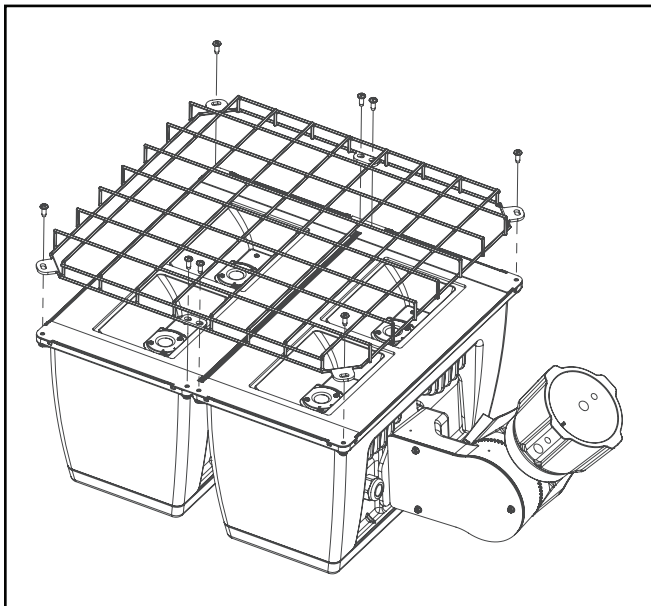

Figura 5.
Protector de cables (Figura 5.)
1. Afloje y retire los tornillos de cabeza Phillips 10-24 (8) de la parte frontal de la luminaria y consérvelos para referencia futura.
2. Alinee el protector de cables sobre la parte superior de los ganchos para la lente de modo que coincidan con los cuatro orificios existentes. (Figura 5.)
3. Reajuste los (8) tornillos de cabeza Phillips 10-24 del paso 1, ubicados al frente de la luminaria.